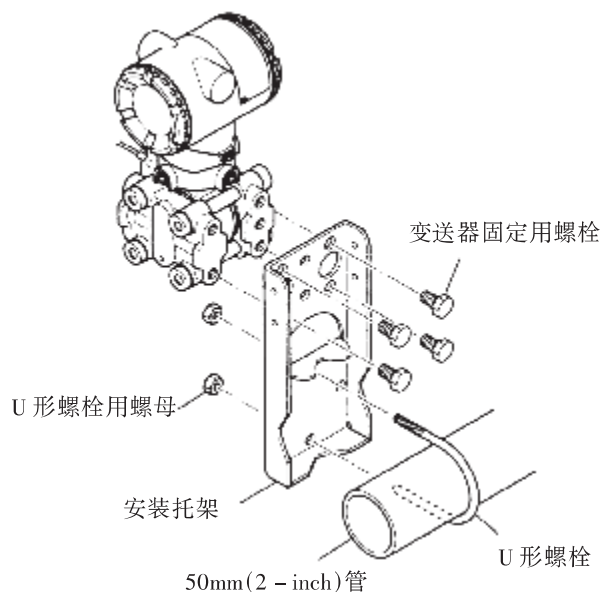

图 4.3.1 变送器本体的安装
- 使用如图 4.3.1 所示的安装托架，将变送器本体安装在 50mm(2inch) 管道上。可进行水平配管安装以及垂直配管安装。